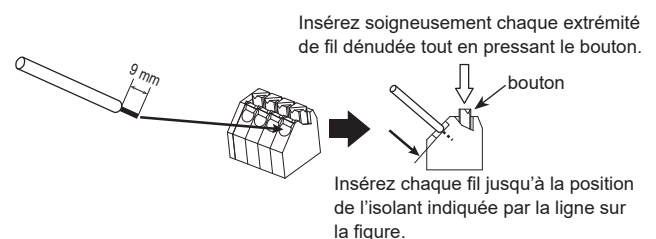

Fig. 7-17
- Dénudez le fil sur environ 9 mm et torsadez les brins correctement avant d'effectuer la connexion. (Fig. 7-17)
- Pressez le bouton en haut de chaque borne de la platine de connexion pour ouvrir chaque port de connexion et insérez chaque fil jusqu'à ce que la partie dénudée ne soit plus visible. (Fig. 7-17)